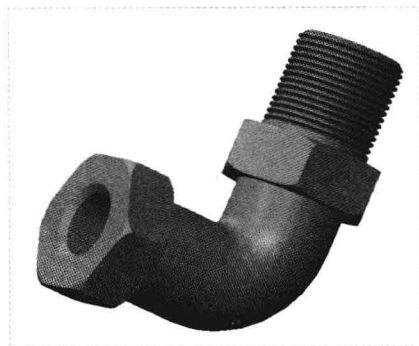

图 16-51 创建螺旋扫描特征
Step 07 单击“应用并保存在工具中所做的所有更改，然后关闭工具操控板”按钮 ，完成螺旋扫描特征的创建，如图 16-51 所示；采用与上同样的方法，使用“螺旋扫描”命令，弹出“螺旋扫描”选项卡，单击“参考”按钮，弹出“参考”下滑面板。